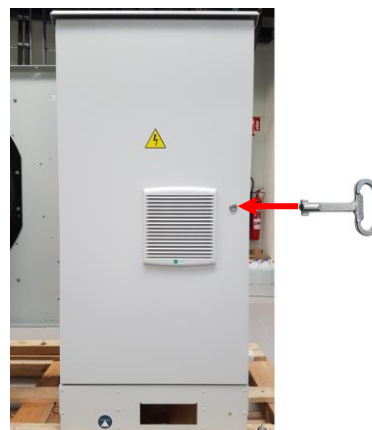

Figure 63 : Position de la serrure (OME-16T)
- Sur le modèle OME-16T, déverrouiller la serrure située à droite sur la porte de l'armoire électrique et ouvrir la porte (voir **Figure 63**).